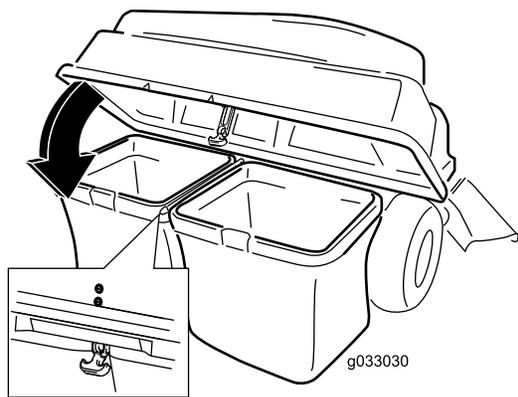

Bild 25
8. Senken Sie die Abdeckung des Heckfangsystems auf die Körbe ab (Bild 25).
9. Befestigen Sie die Abdeckung mit dem Riegel (Bild 25).